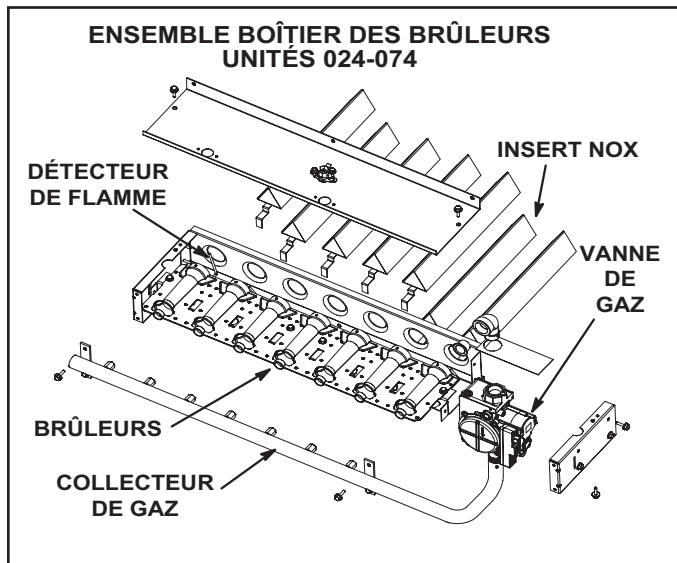
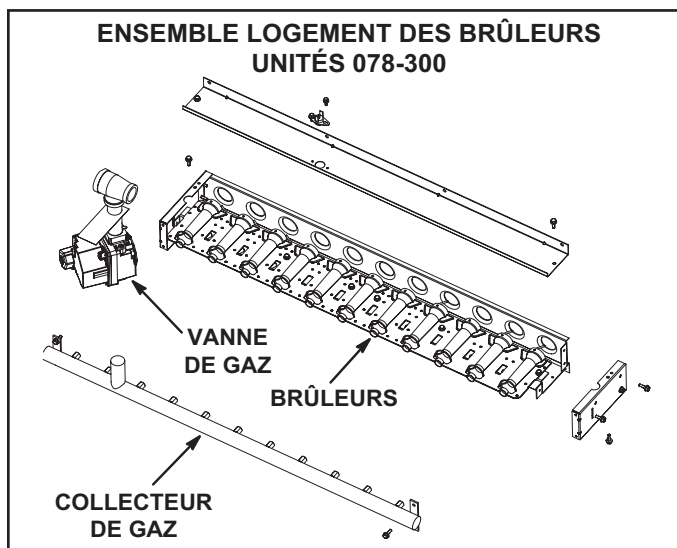

FIGURE 11
FIGURE 12
- 3 - Retirez le panneau supérieur du logement des brûleurs. Reportez-vous à la Figure 11 ou à la Figure 12.